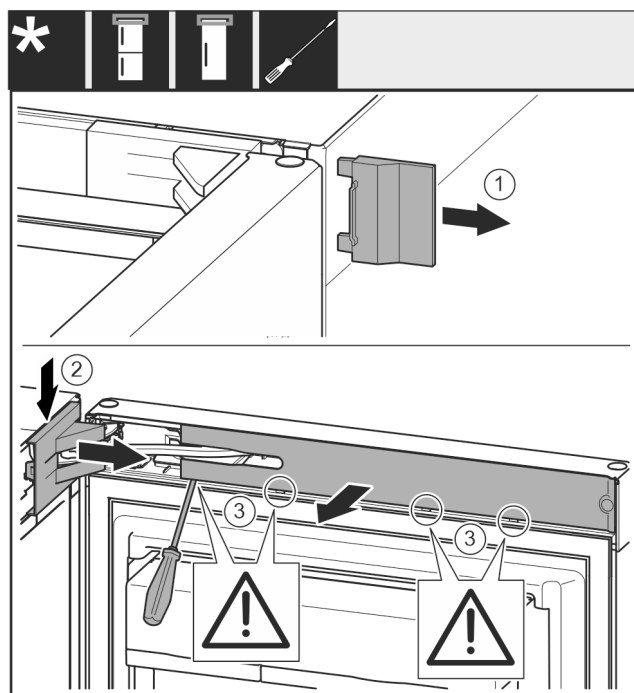

Fig. 7
- ▶ Noņemiet ārējo pārsegu. Fig. 7 (1)
- ▶ Atbrīvojiet un atvienojiet gultņa balsta pārsegu. Noņemiet gultņa balsta pārsegu. Fig. 7 (2)
- ▶ Atbrīvojiet aizsegu ar plakano skrūvgriezi un pagrieziet uz sāniem. Fig. 7 (3)